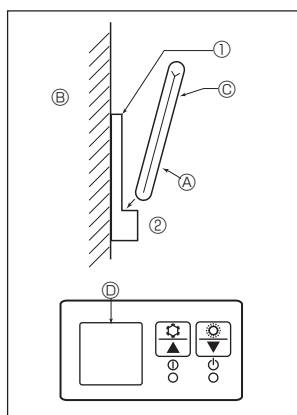

Fig. 6-7
2) Installationsmetod (Fig. 6-7)
① Montera fjärrkontrollens hållare på önskad plats med två självgående skruvar.
② Placera fjärrkontrollens nedre del i hållaren.